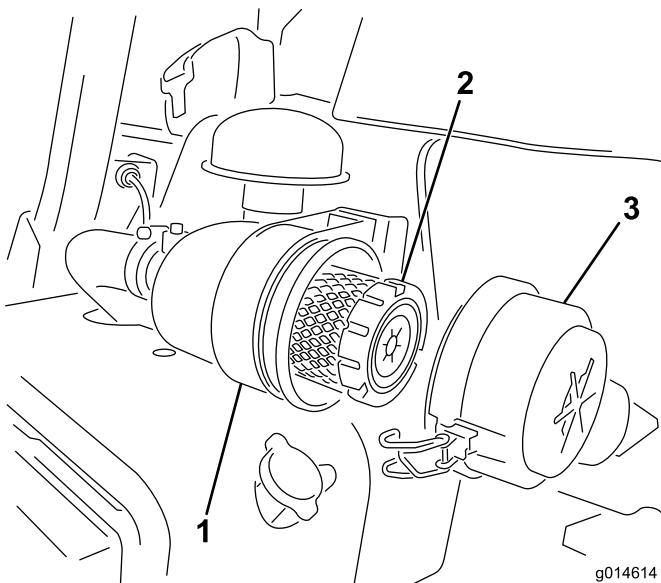

Figura 41
1. Rilasciate i fermi che fissano il coperchio del filtro dell'aria al relativo corpo (Figura 41).
6. Fissate i fermi (Figura 41).